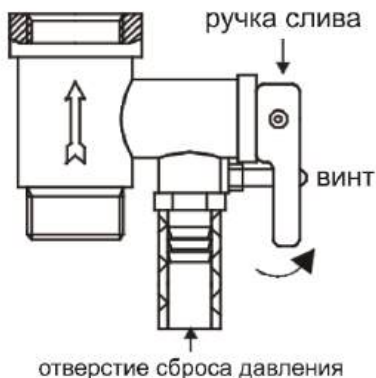

Рисунок 6
4. На входной патрубок, обозначенный голубым цветом и стрелкой направления течения воды, накрутите предохранительный клапан так, чтобы течение воды совпадало с направлением стрелки на корпусе клапана. На отверстие сброса давления предохранительного клапана (см. рисунок 6) оденьте дренажную
6. Чтобы слить воду из внутреннего резервуара необходимо, воспользоваться предохранительным клапаном: открутить винт ручки слива предохранительного клапана и перевести ручку слива в верхнее положение, при этом кран выхода горячей воды должен быть открыт, а кран подачи холодной воды в водонагреватель должен быть перекрыт (см. рисунок 6). Из отверстия сброса давления предохранительного клапана потечет вода. Никогда не сливайте воду, если ее температура выше 50°C, т. к. это может привести к ожогам.